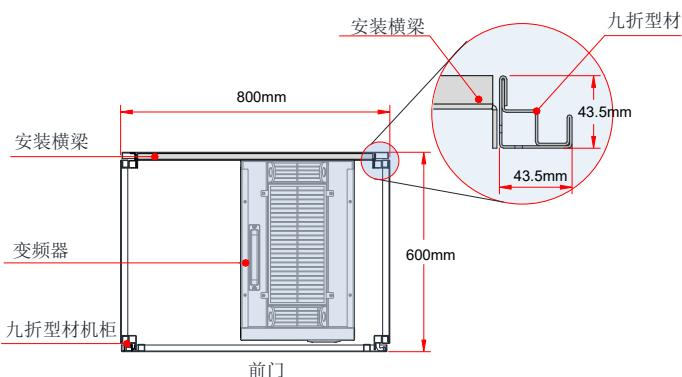

图 3-15 CP300T200G(-L)~CP300T280G(-L) 机柜俯视示意图
1	在九折型材机内安装好变频器固定用的安装横梁（如图 3-15）。
- 1、建议机柜柜体采用九折型材机柜（PS 机柜），九折型材截面如放大图如图 3-15 所示；